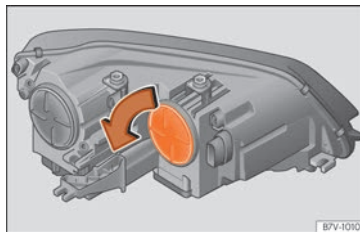

**Fig. 64** En el vano motor: cubierta del intermitente.
- Gire la cubierta » fig. 64 en el sentido de la flecha y extráigala.
- Gire la cubierta » **fig. 64** hasta el tope en sentido contrario al de la flecha.
- Gire la cubierta » **fig. 64** en el sentido de la flecha y extraíga-la.